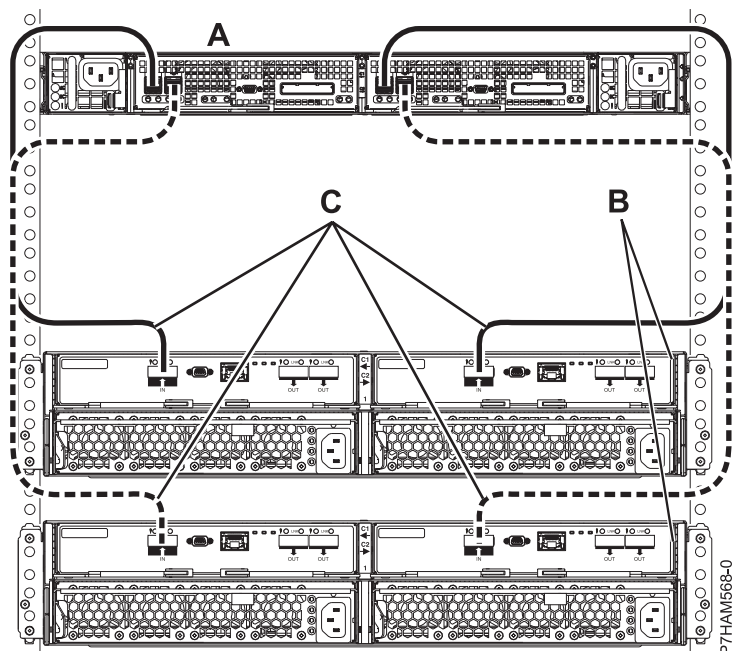

Figura 40. Connexió de mode 1 de dos allotjaments d'unitats de discs 5887 mitjançant cables EX a un allotjament d'emmagatzematge PCIe
14. Dueu a terme la connexió de mode 1 de dos allotjaments d'unitats de disc 5887 (B) mitjançant cables EX (C) a un allotjament d'emmagatzematge PCIe amb suport per a calaixos de discs SAS (A), com es mostra a la Figura 40 a la pàgina 84.
- Cada adaptador intern de l'allotjament d'emmagatzematge PCIe (A) té accés a l'altre adaptador i a tots els compartiments d'unitats de disc.
- Tots dos cables EX (C) del mateix allotjament d'unitats de disc 5887 han d'estar connectats al mateix port SAS numerat de l'allotjament d'emmagatzematge PCIe, com es mostra a la Figura 40 a la pàgina 84.